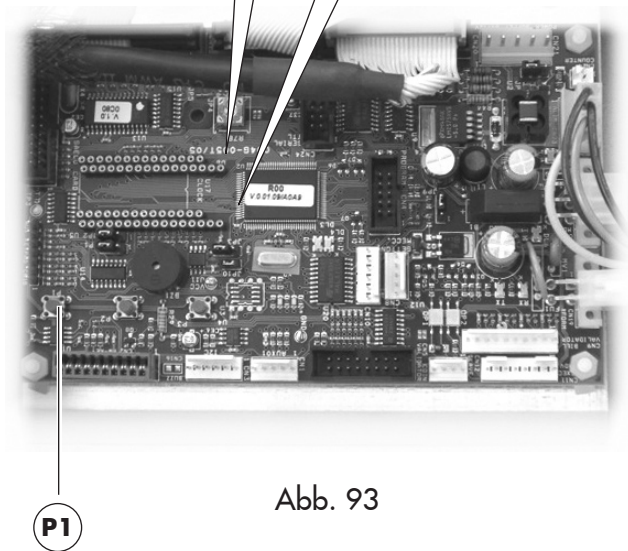

Abb. 93
- den externen Speicher auf dem Streifen 16x2 einsetzen (Abb. 93), so dass die Kerbe mit dem PIN 1 nach rechts zeigt;
- soll die Software aktualisiert werden, wird die innere Taste P1 (Abb. 93) der CPU-Karte gedrückt, das Drücken aller anderen Tasten bewirkt den Abbruch des Vorgangs.